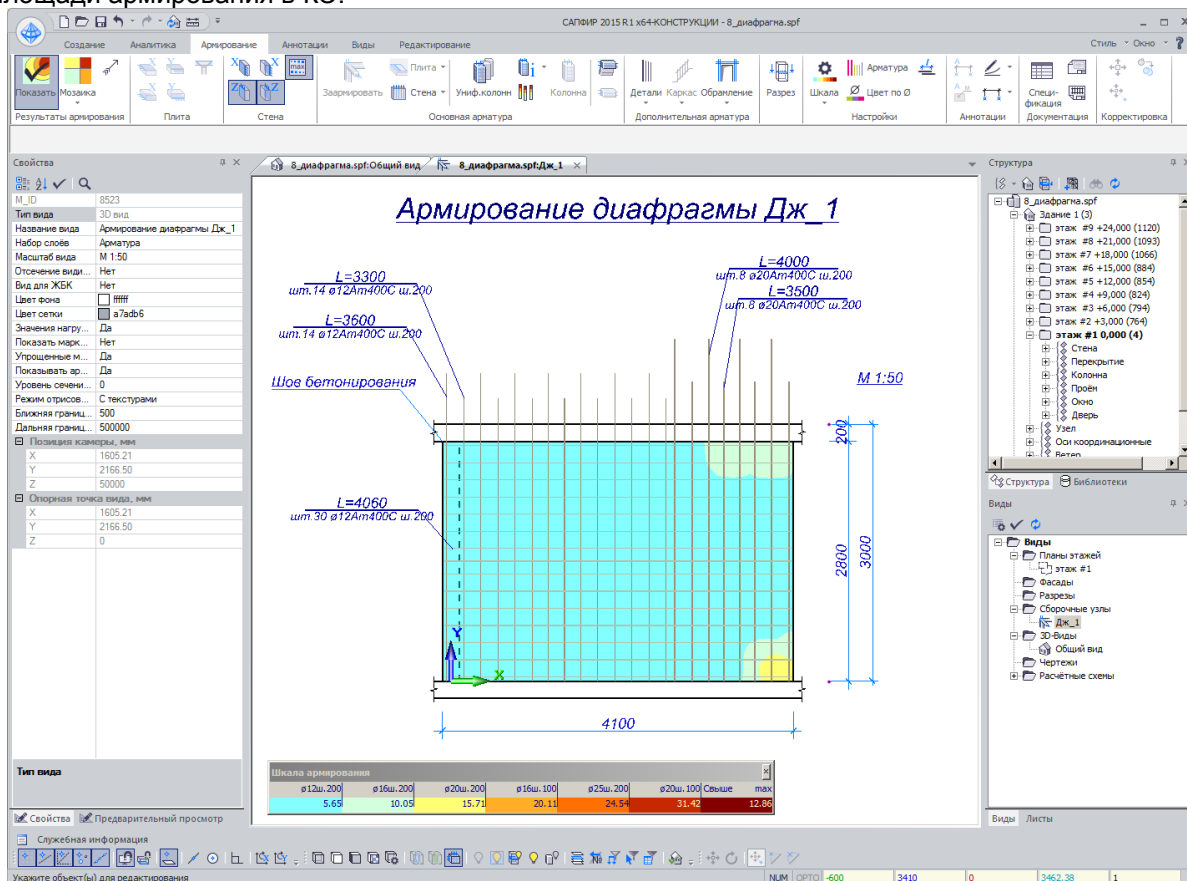

Рис.8.8. Автоматическое конструирование диафрагмы Дж_1
- В открывшейся новой закладке окна (рис.8.8) железобетонная стена уже получила некий начальный вариант автоматической расстановки стержней. Зоны армирования диафрагм подобраны с таким шагом и диаметром, чтобы соответствовать необходимой расчетной площади армирования в КЭ.